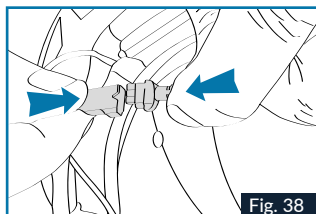

Fig. 38
10. Conectar la batería (conector negro de 3 ramas), y el teclado de acuerdo con la Fig. 38.